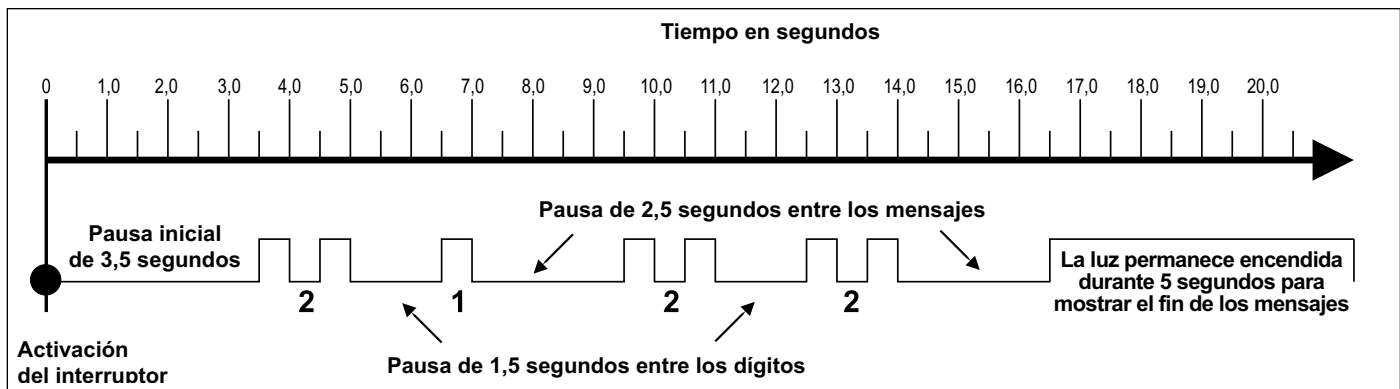

FIGURA 14 - EJEMPLO DEL MENSAJE DEL CÓDIGO DE PARPADEO
4. Después de una pausa de 3,5 segundos, la ECU comenzará a responder con parpadeos de información de salida. Consulte la figura 14 para ver un ejemplo.